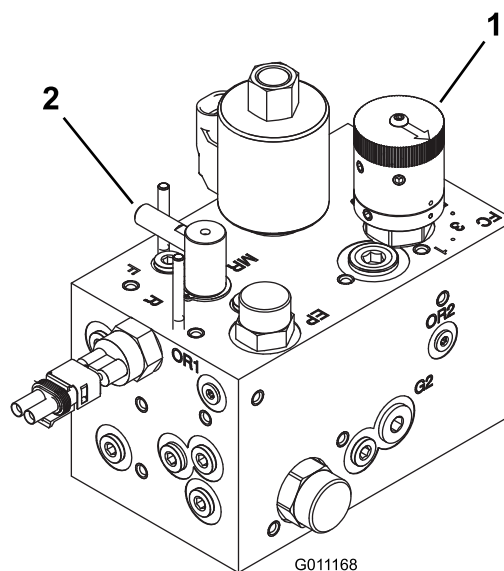

図 76
3. バックラップコントロールをバックラップ位置Rにセットする。リール速度コントロールを1にセットする 図 76。